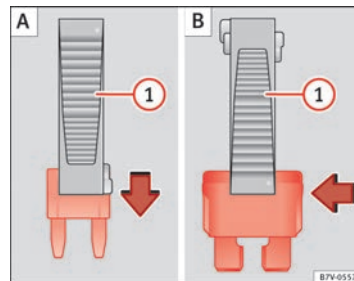

Abb. 204 Sicherung entnehmen oder einsetzen.
- Bei *kleinen Sicherungen* Klammer von oben aufstecken ⇒ Abb. 204 (A).
- Bei *größeren Sicherungen* Klammer seitlich auf die Sicherung schieben (B).